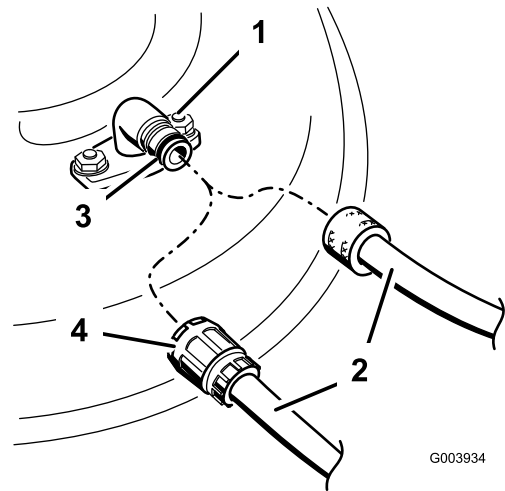

Figure 72
- Branchez le raccord du tuyau au raccord de lavage du plateau de coupe et ouvrez l'eau en grand (Figure 72).